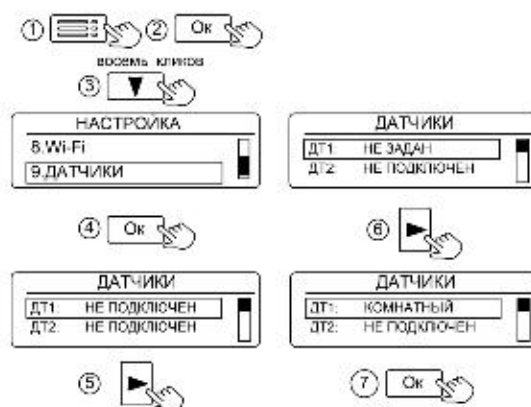

Рисунок 23. Настройка проводных датчиков
- Выбор роли датчика "КОМНАТНЫЙ" или "УЛИЧНЫЙ" (см. рис.23).